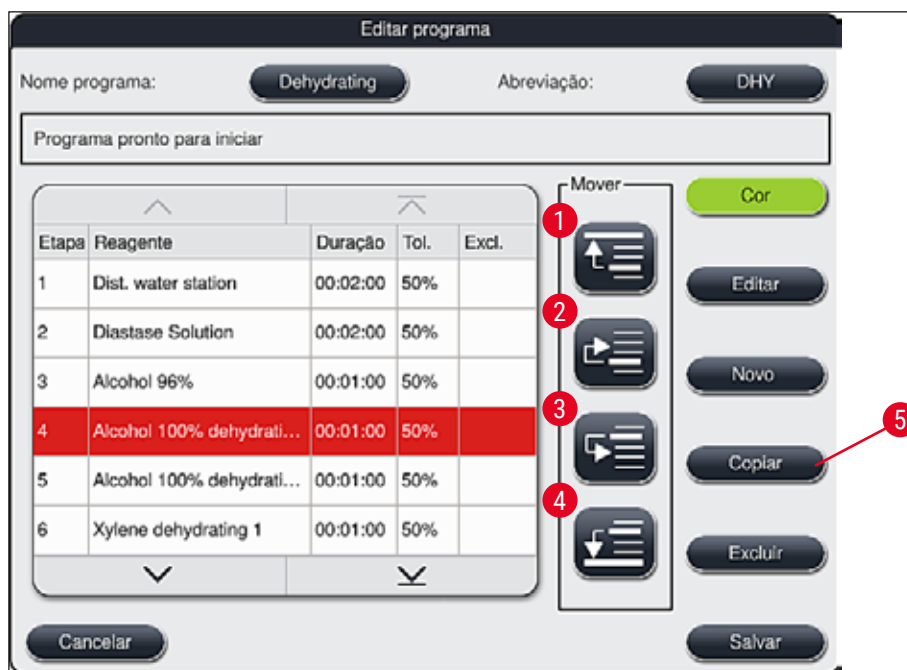

Fig. 49
- A janela **Editar programa** (→ "Fig. 49") é aberta.
- Usando o botão **Salvar**, (→ "Fig. 49") as mudanças são aceitas. Pressione o botão **Cancelar** para descartar as mudanças.